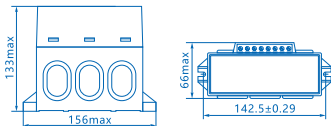

图2 额定工作电流为80A以上的保护器外形及安装尺寸
**5.2** 额定工作电流为80A以上的保护器外形及安装尺寸：见图2；产品重量约为0.66kg。